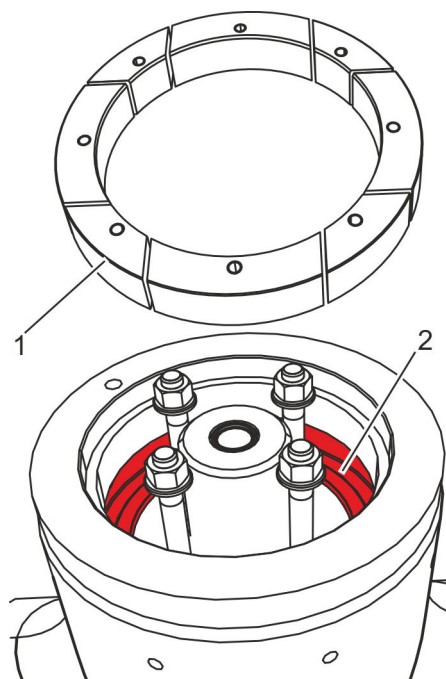

Abb. 21: Segmente einlegen
14. ▶ Segmente (Abb. 21/1) des Segmentrings in die Gehäusenut (Abb. 21/2) einlegen.